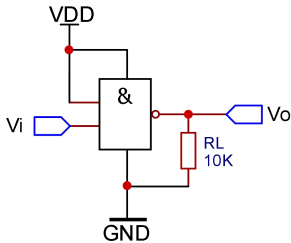

图 5.28 电压传输特性的测试电路
测量电压传输特性的电路如图 5.28 所示,其中输入电压 v_i 是低电平为 0V,高电平为 5V 的三角波。将输入的三角波电压 v_i 送至示波器的 X 轴输入端,输出电压 v_o 送至 Y 轴输入端(示波器置于“XY”工作方式),示波器便会显示出电压传输特性曲线。
(2) 测量 CMOS 与非门 CD4011 的电压传输特性。测量电路如图 5.28 所示，其中输入电压 v_I 可选择低电平为 0V，高电平为 5V，频率为 100Hz 的三角波信号。